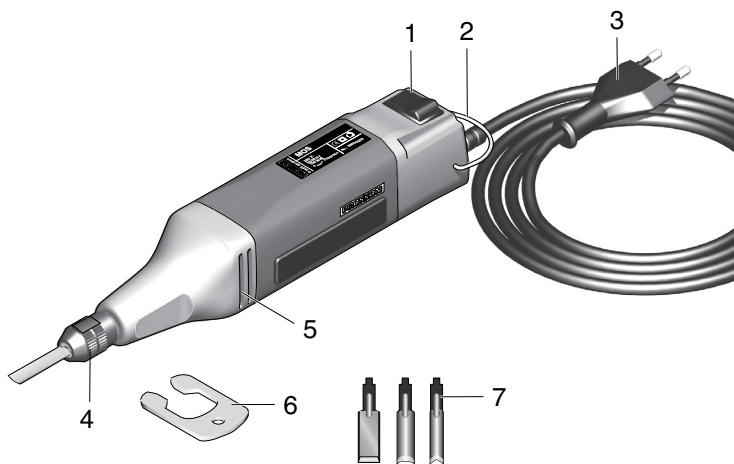

Fig. 1
Legende: (Fig. 1)
2. Gerät am Schalter 1 (Fig. 1) einschalten
3. Gerät so halten, dass die Luftschlitze 5 (Fig. 1) nicht verdeckt werden.